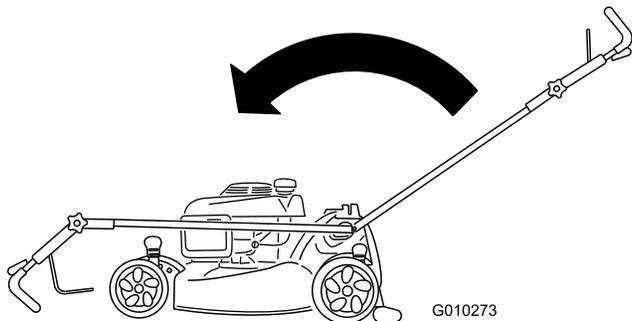

Figura 50
2. Spostate completamente avanti la stegola e allentate la manopola della sua sezione superiore (Figura 50).